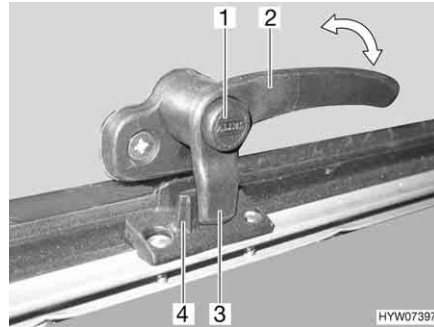
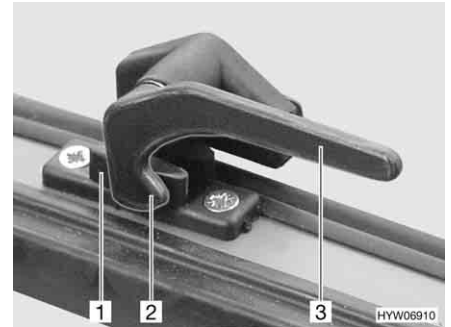

Fig. 64 Leva di serraggio con bottone di sicurezza in posizione "Chiuso"
Fig. 65 Leva di serraggio in posizione "Chiuso"
- Se presente, premere e tenere premuto il bottone di sicurezza (Fig. 64,1).
- Ruotare tutte le leve di serraggio (Fig. 64,2 o Fig. 65,3) di un quarto di giro verso il centro dell'oblò.
- Ruotare tutte le leve di serraggio (Fig. 64,2 o Fig. 65,3) di un quarto di giro verso il telaio. Il nasello di bloccaggio (Fig. 64,3 o Fig. 65,2) si trova sulla parte interna del bloccaggio dell'oblò (Fig. 64,4 o Fig. 65,1).
- In posizione "Completamente chiusa" (Fig. 64 e Fig. 65)